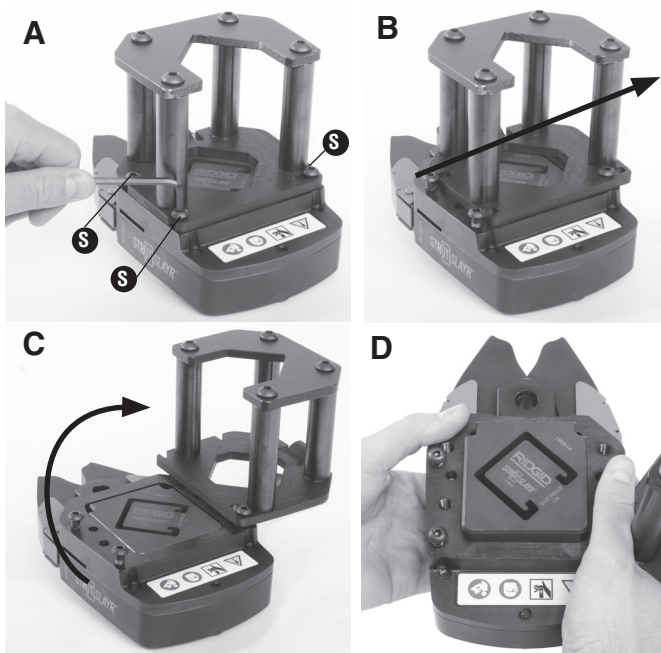

Figura 3 – Cambio de terrajas (A, B, C, D)
2. Con una llave hexagonal de $\frac{5}{32}$ ", afloje los tornillos ("S") del soporte de la canaleta, dando dos vueltas (Figura 3 A). Deslice el soporte de la canaleta para desconectarlo de dos de los tornillos (Figura 3 B). Gire el soporte de la canalización para permitir el acceso a las terrajas (Figura 3 C). Si una canaleta queda atascada en las terrajas, podría ser necesario extraer el soporte.
3. Desde el costado opuesto del cabezal, empuje las terrajas para extraerlas (Figura 3 D). Si fuera necesario, use un martillo de maza blanda o un bloque de madera para golpear las terrajas suavemente, hasta extraerlas. No golpee las terrajas con fuerza ya que se puede dañar la herramienta.